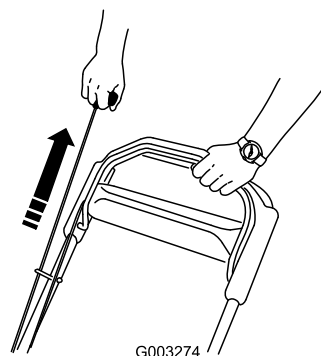

**Figure 17**
4. Tirez sur la poignée du lanceur (Figure 17) ou (Figure 18).